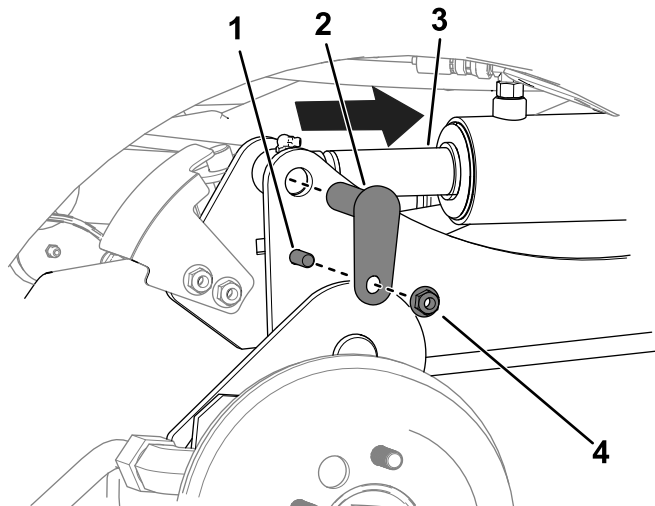

Bild 10
- C. Verwenden Sie einen Austreiber, um die Löcher der Zylinderstange mit den Löchern des Hubarms auszurichten (**Bild 10**).
D. Verwenden Sie zwei Schrauben ($\frac{3}{8}$ " x $1\frac{1}{4}$ "), zwei Muttern ($\frac{3}{8}$ ") und zwei kleine Stifte, um die Hubarme an den Zylindern zu befestigen (Bild 10).